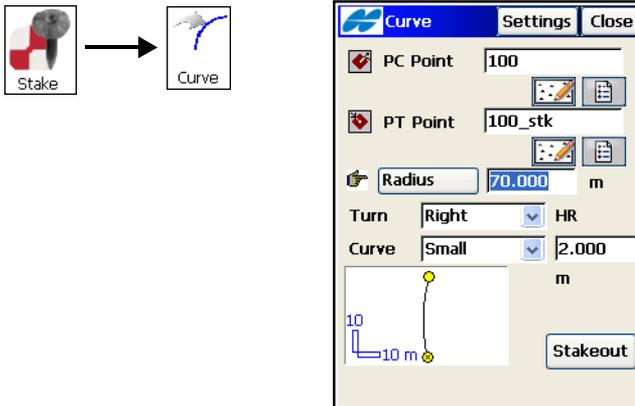

Abbildung 9-18. Kurve
- Um die Punkte einer Kurve im Grundriss abzustecken, wählen Sie **Abst ▶ Kurven** (Abbildung 9-18 auf Seite 9-14).
- Legen Sie im Fenster **Kurve** (Abbildung 9-18 auf Seite 9-14) die Referenzkurve durch Auswählen von Anfangspunkt (Bogenanfang), Endpunkt (Bogenende) und Radiusparameter der Kurve im Endpunkt fest. Alle Absteckpunkte liegen auf